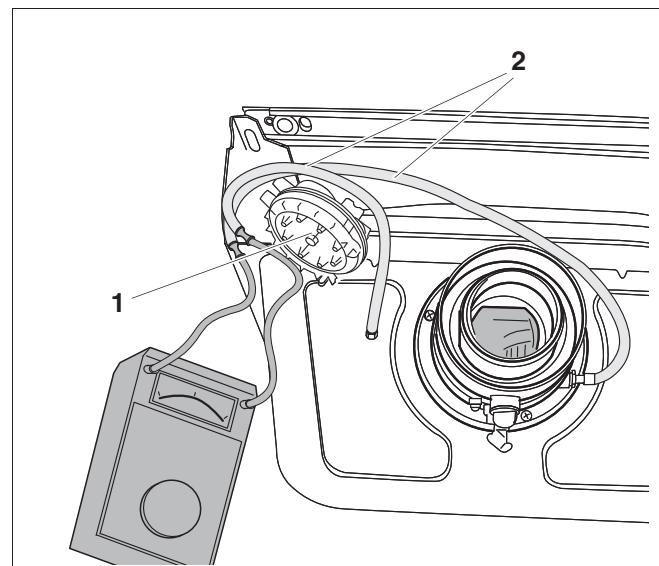

Рис. 12 Измерение перепада давлений
- Вынуть дифференциальное реле давления (рис. 12, поз. 1) из держателя.
- Снять оба шланга (рис. 12, поз. 2) (пометить расположение шлангов!) и присоединить к микроманометру.